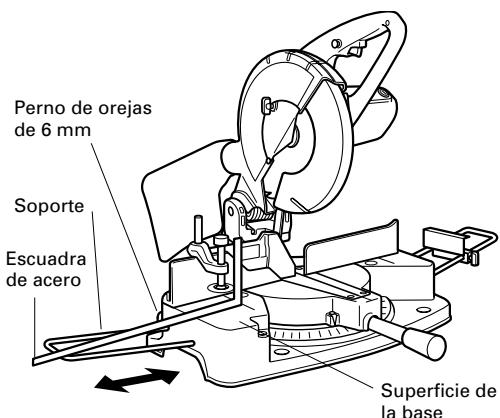

Fig. 12
- (1) Como se indica en la Fig. 12, utilice una escuadra de acero para alinear el borde superior de los soportes con la superficie de la base.
- (2) Despues de la alineación, asegure los soportes con pernos de orejas de 6 mm.